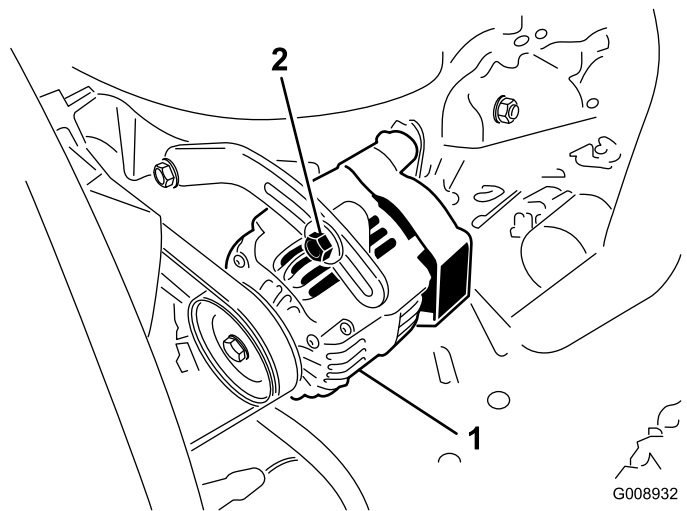

図 45
2. たわみが 10 mm でない場合には、オルタネータ取り付けボルトをゆるめる 図 45。